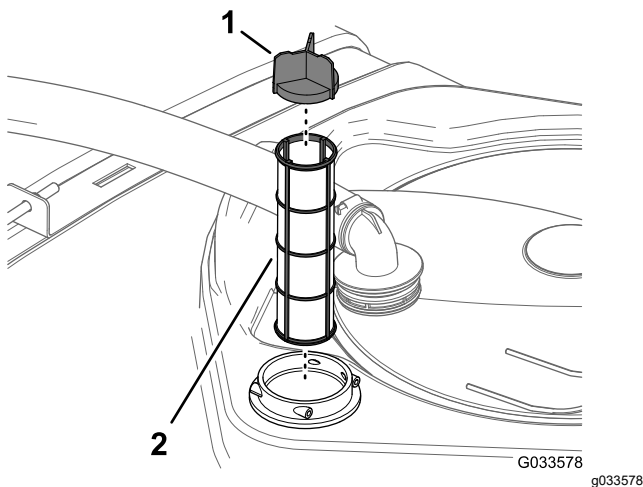

図 43
4. フィルタハウジングタンク内部からストレーナを取り出す 図 43。